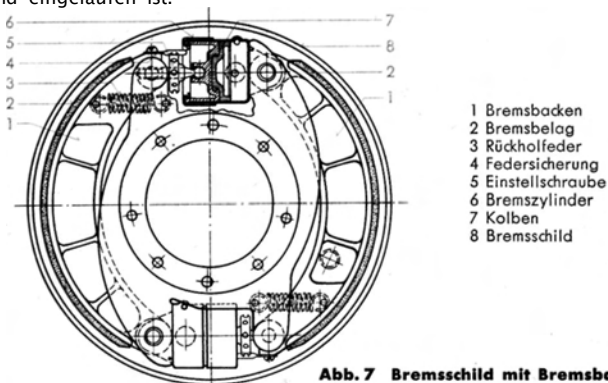

Abb. 7 Bremschild mit Bremsbacken
Nachdem der Radkörper vom Bremsschild abgenommen ist, kann der vorhandene Leerweg (Spiel) durch Messen mit der Fühlerlehre festgestellt werden. Dieser soll 0,2 bis 0,3 mm betragen, weil sich bei größerem Spiel durch die dazwischenliegenden Übersetzungen an den Fußritzen ein zu großer Weg zum Anfassen der Bremse ergibt. Bei zu großem Leerweg ist an den Einstellschrauben (5) (Abb. 7) der beiden Bremsbacken (1) mit dem zugehörigen Zapfenschlüssel die Einstellung vorzunehmen, bis der Leerweg in den zulässigen Grenzen liegt.